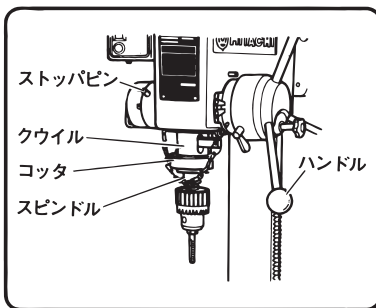

図 7
(1) スピンドルを約50mm下げ、ストップパビンを押込み、スピンドルの上下動を固定します。
(2) スピンドルを回転させ、スピンドルとクウルのコッタ穴を合わせ、コッタ穴にコッタを入れハンマーでコッタを軽くたたくとドリルまたはドリルチャックが下方にはずれます。(図7)